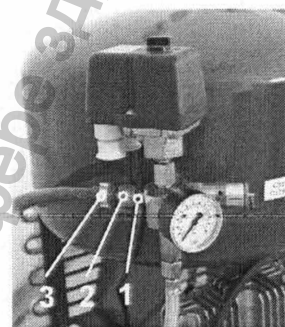

Рис. 2
8.2. Присоединительный элемент сжатого воздуха (Рис. 2)